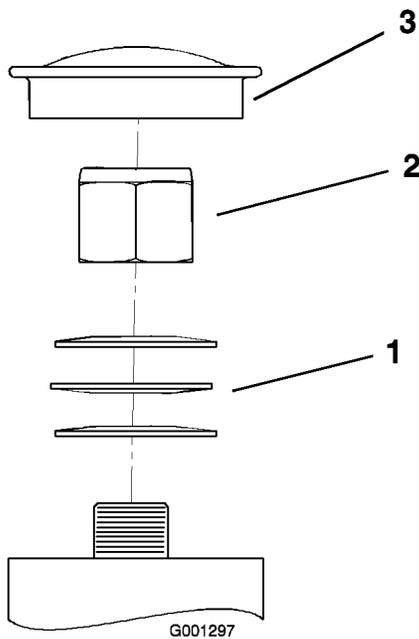

Figure 51
3. Retirez le capuchon anti-poussière de la roue pivotante et serrez le contre-écrou (Figure 51).
4. Continuez de le serrer jusqu'à ce que les rondelles élastiques soient aplaties, puis desserrez-le de 1/4 de tour pour obtenir la précharge correcte des roulements (Figure 51).
- Important: Veillez à placer les rondelles comme illustré à la Figure 51.**
5. Remettez le capuchon anti-poussière en place (Figure 51).